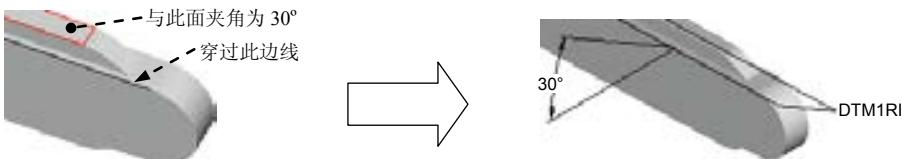
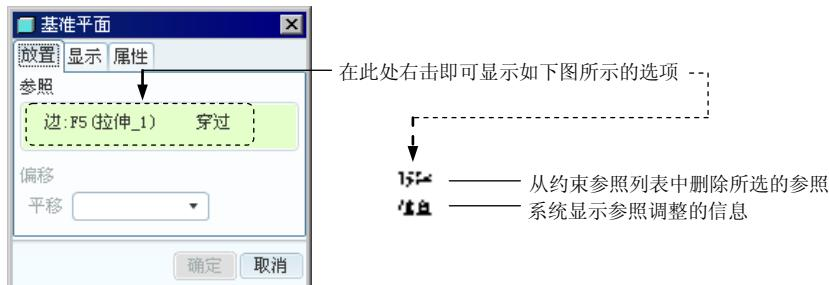

图 5.19.1 基准面的创建
图 5.19.2 “基准平面”对话框
下面以一个范例来说明创建基准平面的一般过程。如图 5.19.1 所示，现在要创建一个基准平面 DTM1，使其穿过图中模型的一个边线，并与模型上的一个表面成 30° 的夹角。
Step2. 单击工具栏中的“创建基准平面”按钮 （或者选择下拉菜单 **插入(I)** → **基准平面(B)** 命令），系统弹出图 5.19.2 所示的“基准平面”对话框。
(1) 穿过约束。选择图 5.19.1 所示的边线，此时对话框的显示如图 5.19.2 所示。
(2) 角度约束。按住 Ctrl 键，选择图 5.19.1 所示的参照平面。